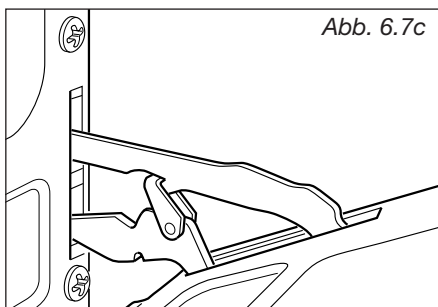

Abb. 6.7c
3. Ofentür anheben. Die Kerbe des unteren Scharnierteils löst sich aus der Raste (abb. 6.7c).